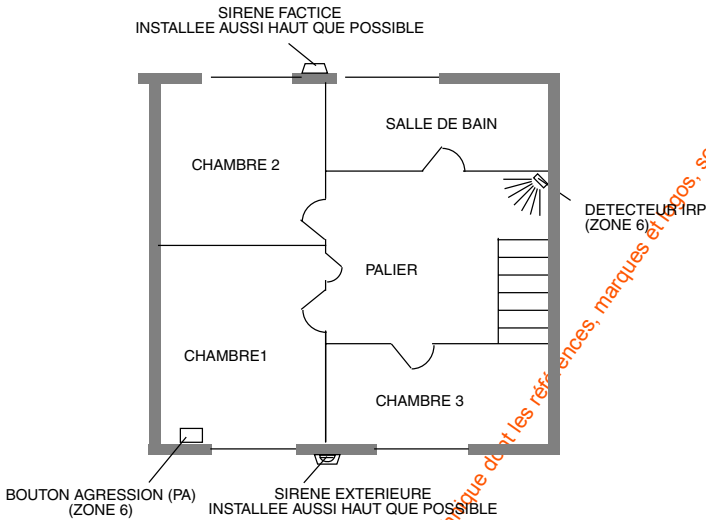

Figure 5. Plan de l'étage
- Sur la Figure 5, un seul IRP (zone 6) est installé dans le couloir. Ainsi, toute personne pénétrant dans la maison par une chambre déclenche une alarme dès qu'il se déplace sur le palier. Mais la zone 6 peut également être assignée à un bouton Panique, monté dans la chambre principale.